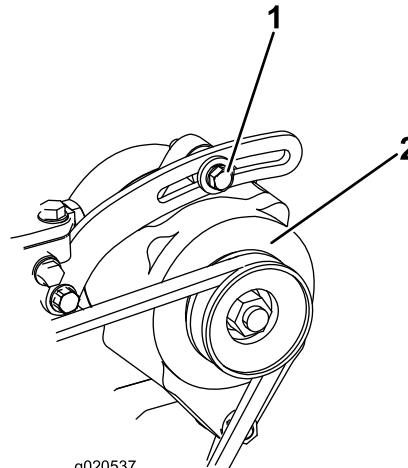

Figura 89
- Si la desviación no es de 10 mm, afloje los pernos de montaje del alternador (Figura 89).